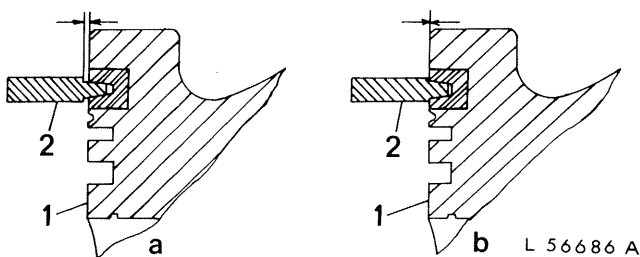

Fig. 1 — Contrôle de l'usure de la gorge du segment supérieur
6. A l'aide de la jauge 19.58-90.281 (voir 2, fig. 1), mesurer le jeu entre la gorge de piston et le segment supérieur (section trapézoïdale).